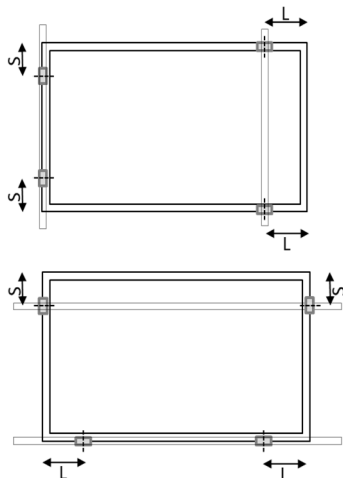

Bild A3: Klemmenpositionen an langer und kurzer Rahmenseite
**Tabelle.A3-1 Test Last mit Klemmen an langer & kurzer Rahmenseite (Bild A3)**
**Tabelle.A1 Design Last mit Klemmen an langer & kurzer Rahmenseite (Bild A3)**